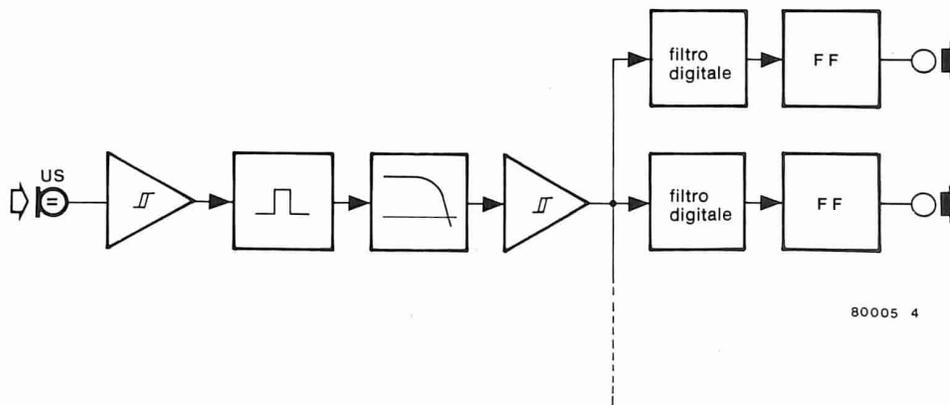

Figura 4. Schema a blocchi del ricevitore.
La figura 4 mostra l'effetto a 432 MHz (banda dei 70 centimetri).
Lo schema a blocchi del ricevitore appare nella figura 4. La prima sezione - trigger, flip-flop del tipo "one shoot", filtro passabasso e secondo trigger, amplifica i segnali raccolti dal trasduttore ultrasonico (US) e ricava il segnale a bassa frequenza di mo-
Il flip-flop detto, funziona in pratica come multivibratore monostabile, con un periodo di tempo che è più lungo del ritardo tra gli impulsi consecutivi. Il risultato è che l'uscita di questo flip-flop rimane "bassa" sino a che N2 sta passando gli impulsi. Il segnale è impiegato per dare il clock al secondo flip-flop, FF2, che corrisponde al blocco indicato come "FF" nella figura 4. Il circuito completo, di conseguenza, funziona come una specie di "flip-flop selettivo"; il tutto non è azionato da un impulso singolo; al contrario risponde ad un segnale quadro all'ingresso che abbia la frequenza giusta.